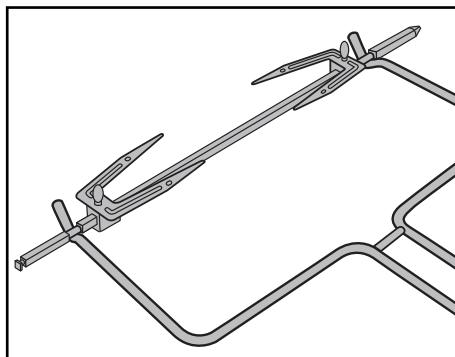

Bild 3: Haka fast tången **12** i grillspettet **16**
- För att ta ut det heta grillspettet **16** låter du krokarna i ändarna av tången **12** gripa tag i fördjupningarna på grillspettet **16** (bild 3):